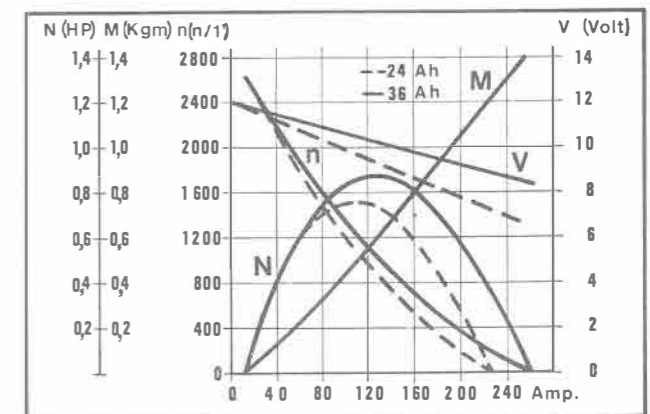

Fig. 59
Le dynastart a une puissance de 0,7 Kw à 12 V. La Fig. 59 reporte les courbes de puissance (N), le couple de démarrage (M), le nombre de tours (n/1') et la tension aux bornes du dynastart (V) en fonction du courant absorbé (Amp.) et de la capacité batterie pour température extérieure de 20°C. Pour les réparations s'adresser aux STATIONS DE SERVICE BOSCH.
The 12 V starter-generator has an output of 0.7 kw. Fig. 59 shows rating curves (N), starting torque (M), R.P.M. (n/1') and voltage (V) at starter terminals in relation to current absorbed (AMP) and battery capacity at a 20°C ambient temperature. For repair and overhauls contact BOSCH SERVICE STATIONS.
Der Lichtanlasser zu 12 V hat eine Leistung von 0,7 kw. Die Abbildung 59 zeigt die Werte der Leistung (N), den Anwerf-Drehmoment (M), die Drehzahl (n/1') und die Spannung (V) zwischen den Anschlussklemmen des Lichtanlassers als Funktion der Stromabnahme (Amp) und der Batteriekapazität bei einer Aussentemperatur von 20°C.